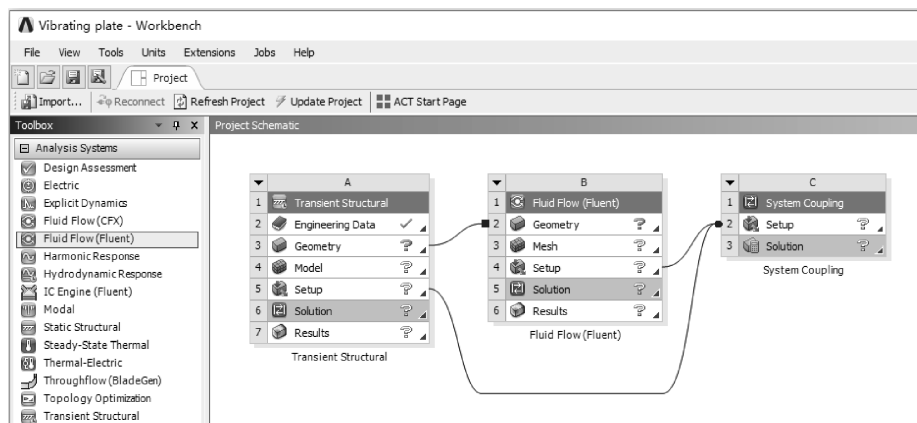

图 11-159 创建振动片双向流固耦合分析
(1) 在工具箱【Toolbox】的【Analysis Systems】中双击或拖动结构瞬态分析【Transient Structural】到项目分析流程图。
(2) 在工具箱【Toolbox】的【Analysis Systems】中双击或拖动流体动力学分析【Fluid Flow (Fluent)】到项目分析流程图。
(3) 在工具箱【Toolbox】的【Component Systems】中双击或拖动耦合分析【System Coupling】到项目分析流程图。
(4) 创建关联: 按住结构瞬态分析 Geometry 与流体动力学分析 Geometry 关联, 然后结构瞬态分析 Setup 和流体动力学分析 Setup 都与耦合分析 Setup 关联, 如图 11-159 所示。
(5) 在 Workbench 的工具栏中单击【Save】, 保存项目实例名为 Vibrating plate.wbpj。工程实例文件保存在 D:\AWB\Chapter11 文件夹中。